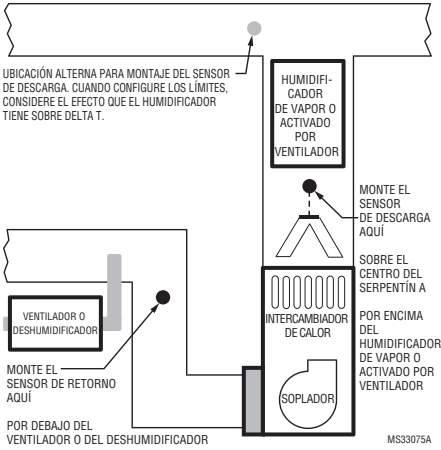

Fig. 2.
2. Siempre que sea posible, monte el sensor de temperatura del aire de descarga por encima de un humidificador de vapor, un humidificador activado por ventilador o un deshumidificador conectado al conducto de suministro. Consulte la Fig. 2–3.
3. Si el espacio no permite la colocación de un sensor de temperatura del aire de descarga por encima de un humidificador de vapor o de un humidificador activado por ventilador, monte el sensor de temperatura del aire de descarga por debajo del humidificador. Consulte la Fig. 2. Cuando configure los límites de Delta T (refiérase a “Configure los límites Delta T” en la página 18), considere el efecto que el humidificador tiene sobre Delta T.